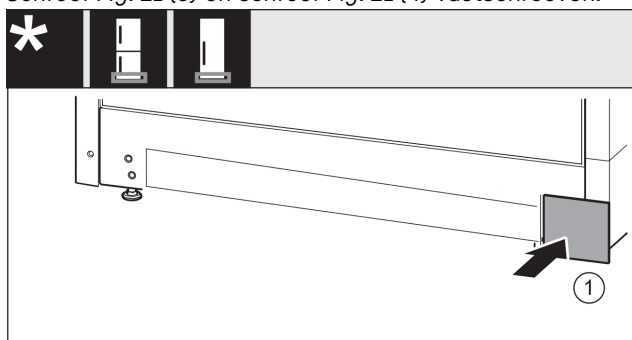

Fig. 22
- ▶ Afdekking Fig. 22 (1) van de andere zijde weer er in steken.